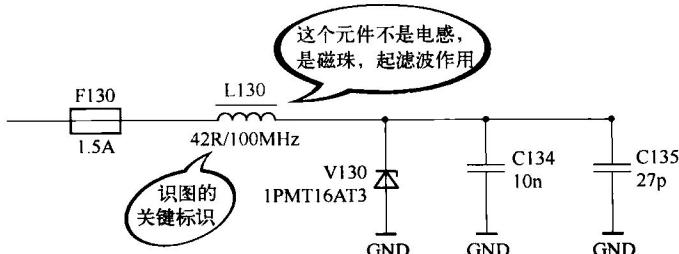
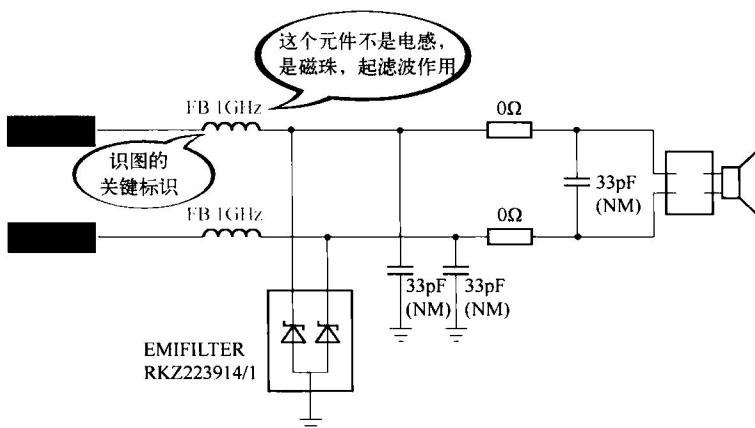

图 1.2 标识为“L”的元件不一定是电感
图 1.3 图形符号为电感的元件不一定是电感
2. 标识为“L”的、图形符号与电感相同的元件不一定是电感，需注意相应元件的图形符号或标注（参见图 1.2、图 1.3）。磁珠（bead）通常会标注频率、欧姆等参数。例如，在图 1.2 中，L130 所标识的元件的图形符号虽然是电感的图形符号，但其参数不是电感的参数（亨，H），而是 $42R/100MHz$ ($42\Omega/100 MHz$)。